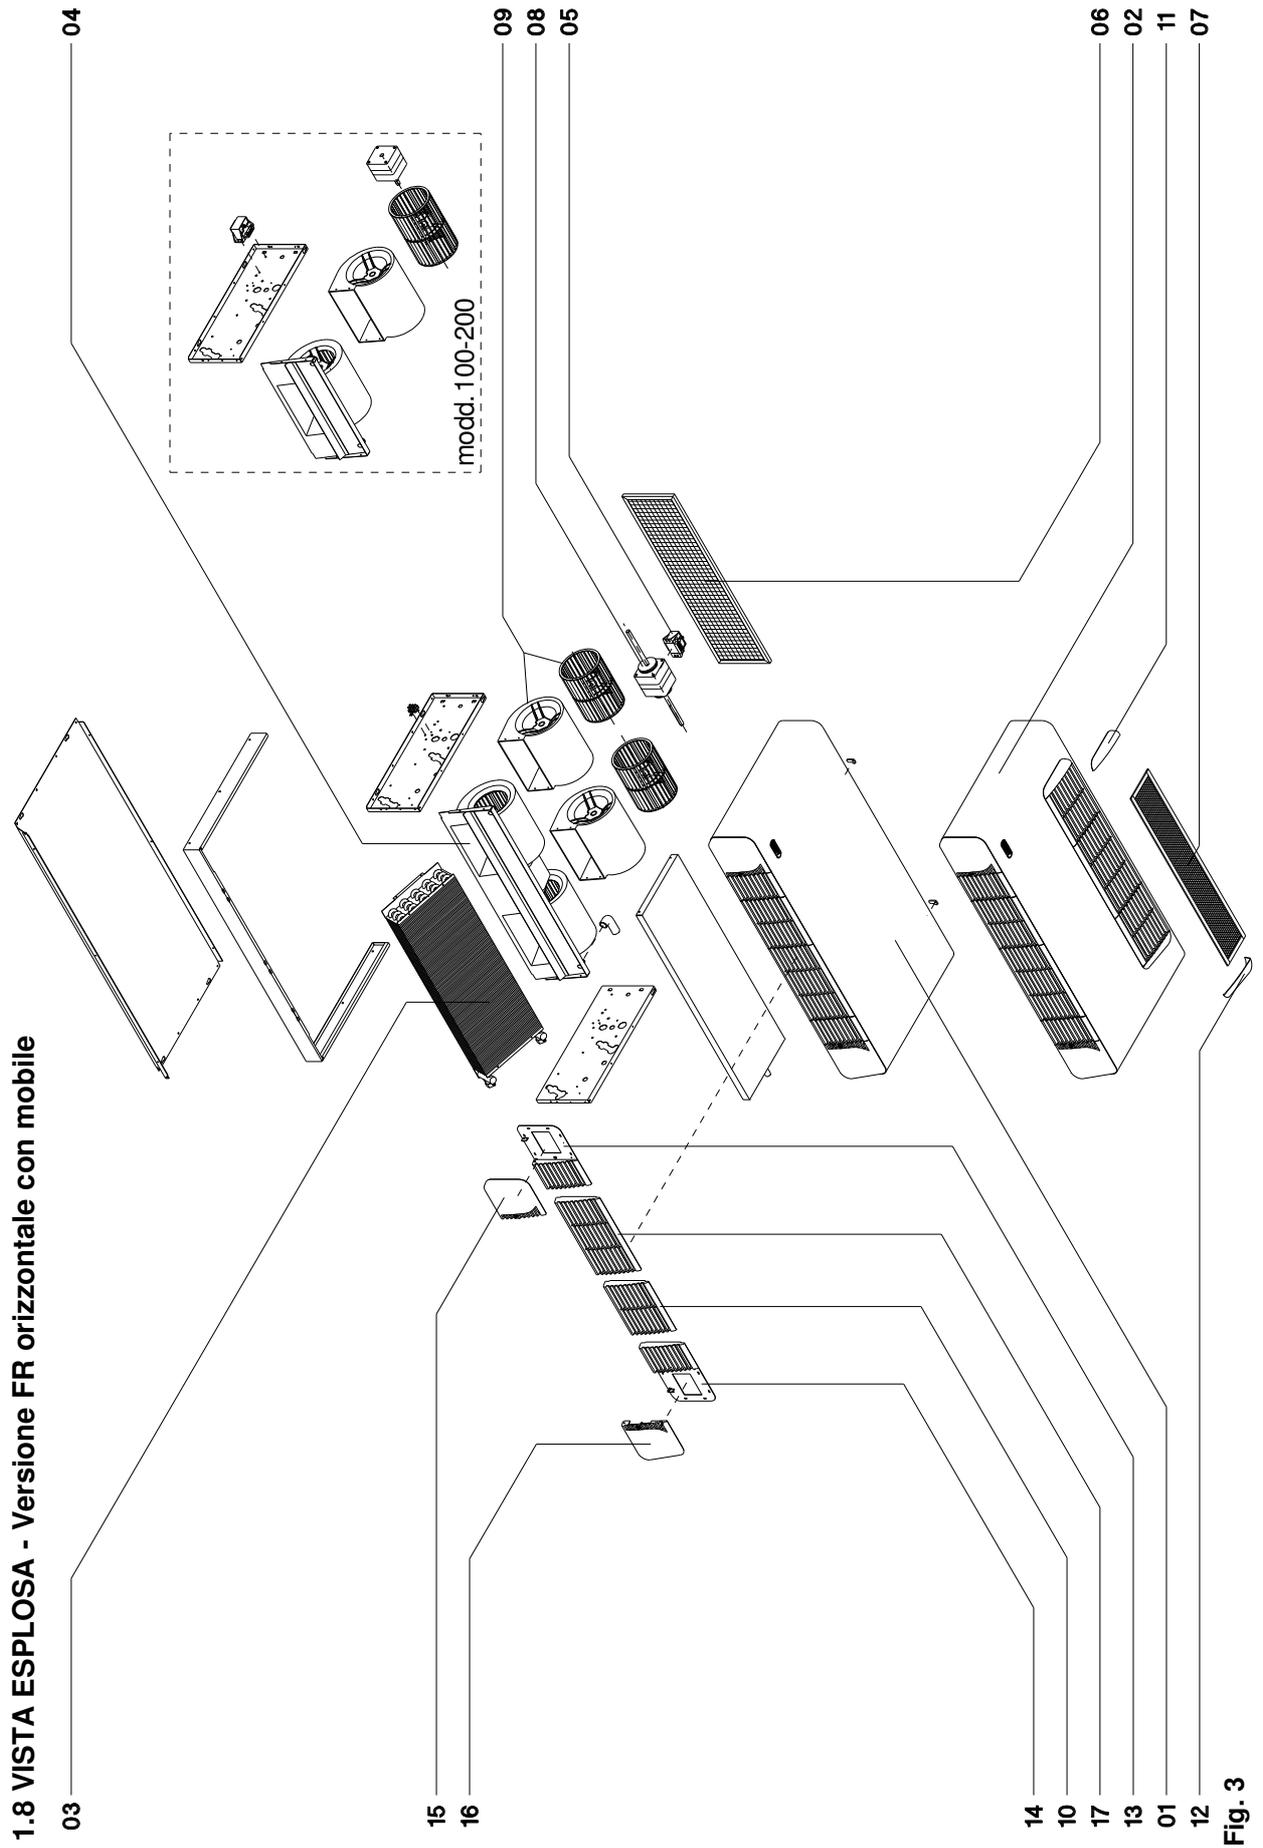

Fig. 3
**Legenda dei componenti****Versione FR orizzontale con mobile (fig. 3)**